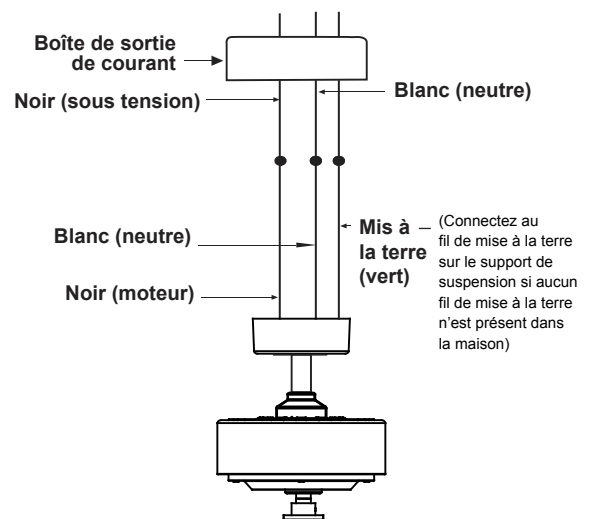

Fig. 13
Étape 1. Connectez le fil d'alimentation (noir) du ventilateur au fil d'alimentation noir de la maison. (Fig. 13)